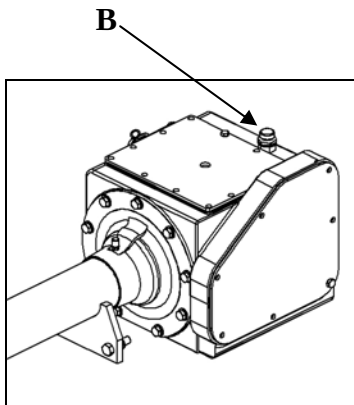

Fig. 6
2. Llenar el reductor hasta la marca de la varilla B (Fig.6) 8 l.